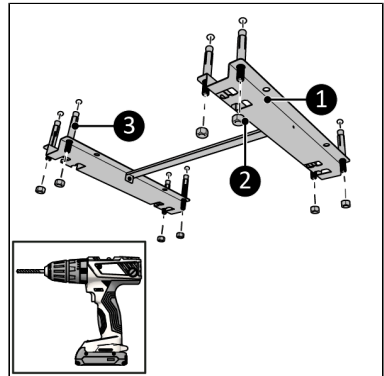

Figure 114.
4. Placera fästet i innertaket och markera de åtta hålen (Figure 114).
6. Placera ankarbultarna (Figure 114, pos. 3).
7. Dra åt fästet (Figure 114, pos. 1) i innertaket med de åtta muttrarna (Figure 114, pos. 2).